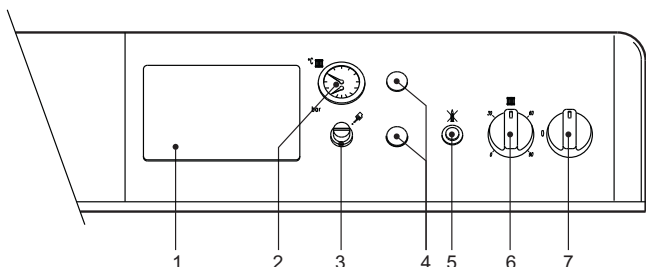

рис. 1 - Панель управления
- Переведите выключатель котла "7" в положение 1 (рис. 1).
Повернув ручку 6 на рис. 1 по часовой стрелке, температура воды в системе отопления повышается и наоборот. Температуру воды в системе отопления можно регулировать в пределах от 30° до 90°. Однако не рекомендуется эксплуатировать котел при температуре ниже 45°.
Задайте с помощью термостата температуры воздуха в помещении нужную температуру внутри помещения. При поступлении команды от комнатного термостата котел включается, обеспечивая нагревание воды в системе отопления до температуры, заданной регулирующим термостатом 6 di рис. 1. При достижении в помещении желаемой температуры котел выключается.